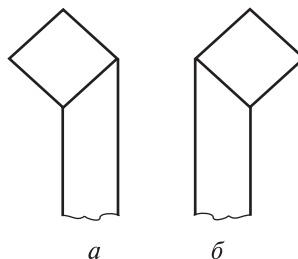

Рис. 1.5. Типы токарных резцов в зависимости от направления подачи
37. Как подразделяются токарные резцы в зависимости от направления подачи? Напишите названия резцов, изображенных на рис. 1.5.